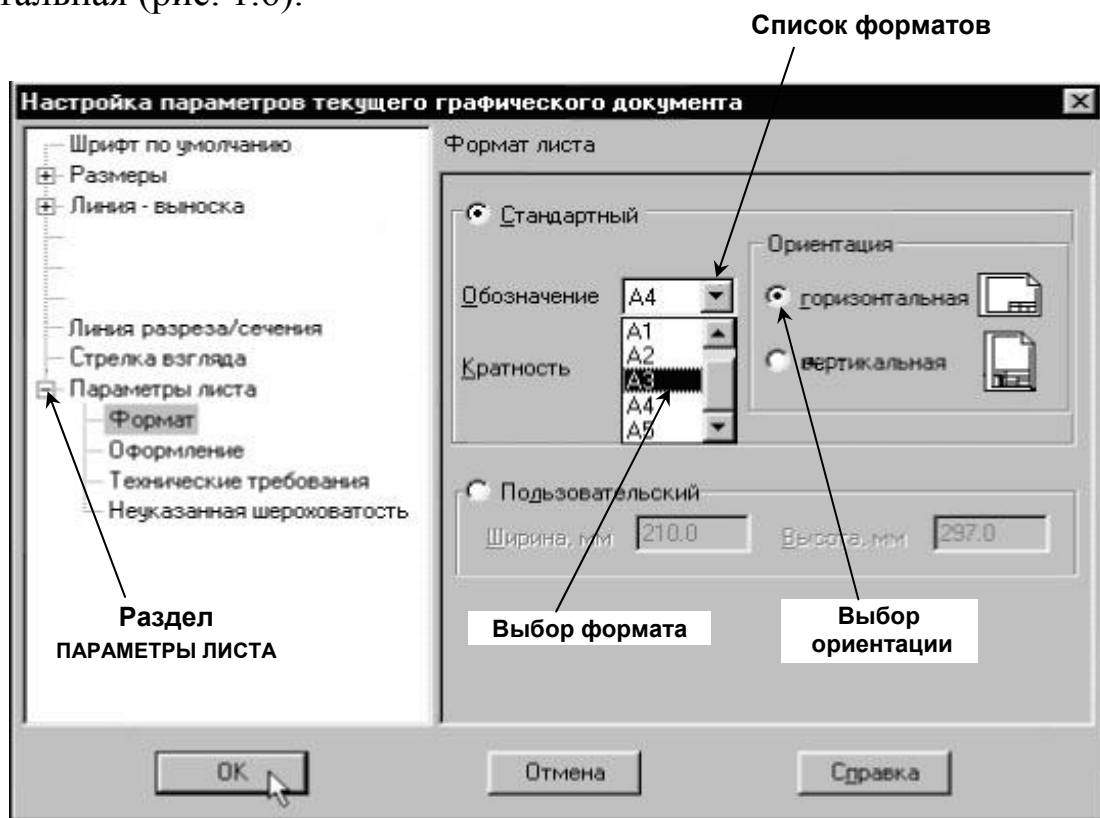

Рис. 1.6. Настройка параметров текущего листа
3. В меню Сервис выполнить команды: Параметры / Параметры первого листа / Формат. Выбрать обозначение формата – А3, ориентация – горизонтальная (рис. 1.6).